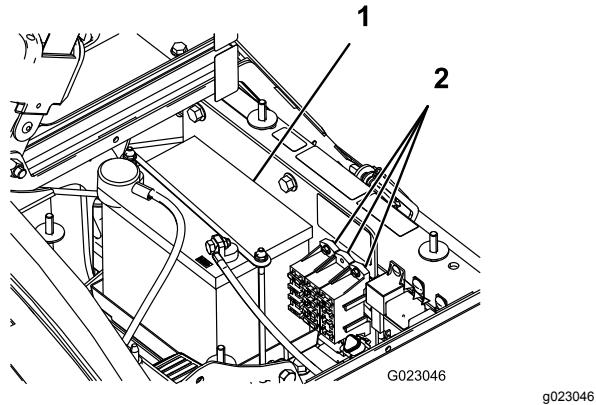

Figure 46
Le système électrique comprend 2 fusibles et 1 emplacement libre situés sous le siège (Figure 46).
2. La batterie est située sur le côté droit de la machine, derrière la pompe (Figure 46).
5. Retirez le dispositif de retenue et les fixations de la batterie (Figure 46).
2. Posez le dispositif de retenue de la batterie et serrez-le avec les fixations retirées précédemment (Figure 46).
4. Posez le couvercle de la batterie et fixez-le à l'aide des 2 boutons (Figure 46).
1. Desserrez les boutons sur les côtés du bac de la batterie et enlevez le couvercle de la batterie (Figure 46).